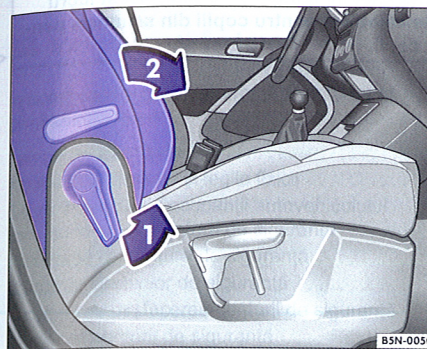

Fig. 56 Rabatarea spre înainte a spătarului scaunului pasagerului față.
- Deblocați spătarul scaunului pasagerului față în sensul săgeții ⇒ **fig. 56** ①.
- Rabatați spătarul scaunului pasagerului față în sensul săgeții ② spre înainte în poziția orizontală.